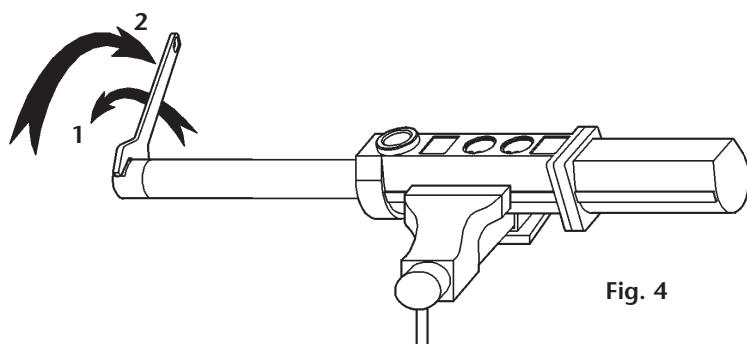

Fig. 4
1. Secure the pump in a vice in the horizontal position, clamping it on the provided pads along the pump body (16).
2. Strike gently a couple of strokes on the body base (29) with a plastic hammer.
3. To unscrew the suction tube (30) from the pump body (16), use a 32 mm wrench in the milling of the foot valve body (35) (fig. 4). Pull clockwise first to break the seal, and then counter clockwise to loosen and remove the tube assembly, including the body base (29).
1. Fijar la bomba en una mordaza agarrando por el cuerpo de la bomba (16) con la bomba en posición horizontal.
2. Pegar unos golpes con un martillo plástico en la base cuerpo motor aire (29).
3. Para desenroscar el tubo de aspiración (30) del cuerpo de la bomba, usar llave fija de 32 mm en el fresado del cuerpo válvula de pie (35) (Fig. 4). Tirar primero contra las agujas del reloj para romper el sellador y luego hacia el otro sentido para desenroscar y quitar el conjunto tubo de aspiración, incluyendo la base (29).
1. Placer la pompe sur un établi et la serrer au niveau du corps de la pompe (16) en maintenant la pompe en position horizontale.
2. Donner de légers coups au niveau de la base du corps du moteur d'air (29) et ce à l'aide d'un marteau en plastique.
3. Desserrer le tube d'aspiration (30) du corps de la pompe à l'aide d'une clé fixe de 32 mm au niveau du fraisage du corps du clapet de pied (35) (voir Fig. 4). Tirer tout d'abord dans le sens contraire des aiguilles d'une montre pour décoller la pâte d'étanchéité et tirer ensuite dans le sens des aiguilles d'une montre pour desserrer et retirer l'ensemble du tube d'aspiration, base comprise (29).
1. Die Pumpe waagrecht auf einer Werkbank in den Schraubstock spannen und am Pumpkörper (16) fixieren.
2. Mit einem Plasikhammer mehrmals leicht auf das Unterteil des Pumpenkörpers (29) schlagen.
3. Zum Abschrauben des Saugrohres (30) vom Pumpenkörper (16) zuerst das Rohr lösen (gegen den Uhrzeigersinn) und danach komplett unter leichtem Drehen (Im Uhrzeigersinn) herausziehen. Dazu mit einem 32-mm Schraubenschlüssel in den Kerben am Fussventil-Körper (35) ansetzen. (Bild 4).